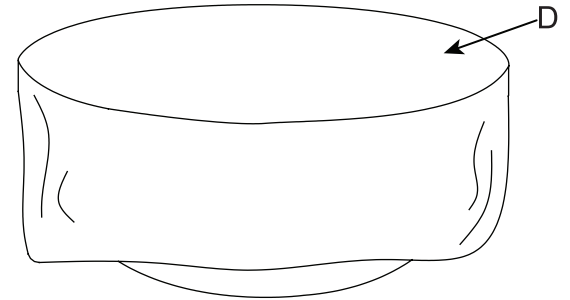

Figure 5
6. Ateş çukuru tamamen soğuduktan sonra hava koşullarına dayanıklı örtü (D) ile örtün (bkz. Figure 5).